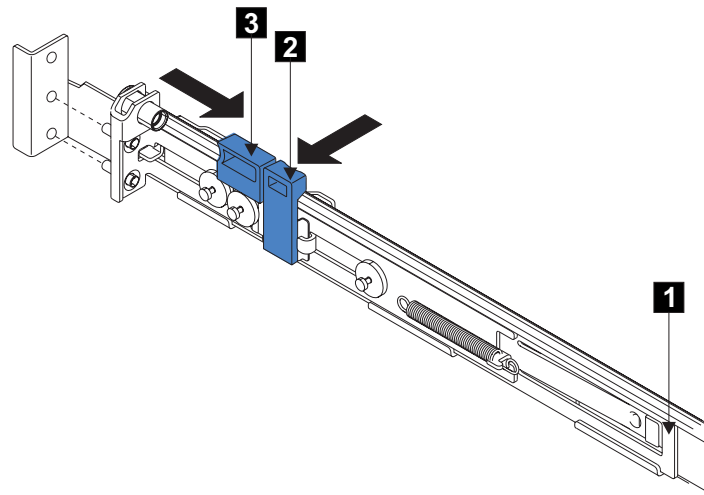

図 122. 後部のラッチ・ロック・キャリア・アセンブリーを開く
5. 後方のレール・ブラケット **1** (図 122) を、止まるまでレールの前面に向かって押します。これで、レールはその一番短い長さに調整されます。